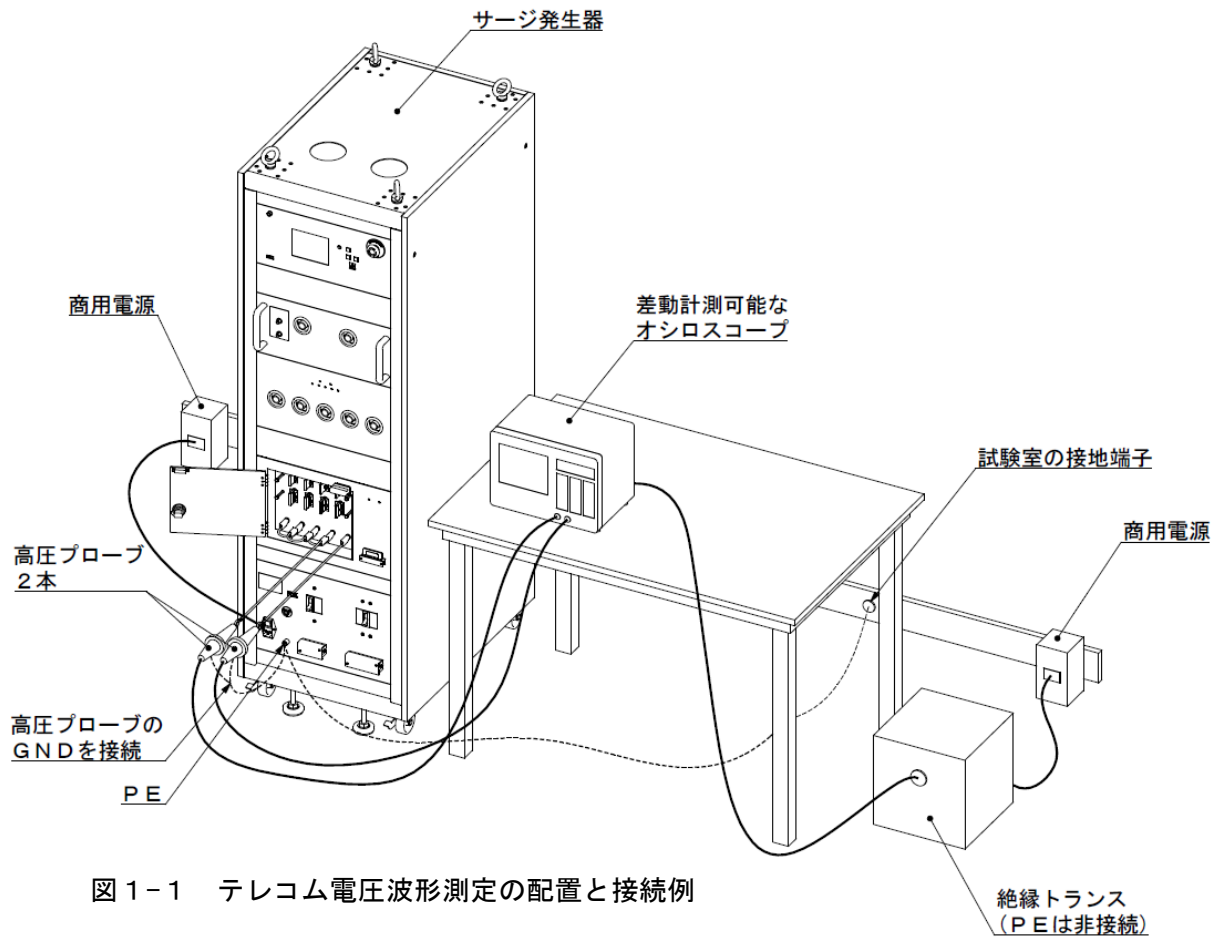

図 1-1 テレコム電圧波形測定の設定と接続例
- ①オシロスコープを設置し、絶縁トランスを介して AC 電源供給を行います。このとき、絶縁トランスのオシロスコープ接続側コンセントの PE 端子をアース接続してはいけません。
- ②オシロスコープの CH1 に高電圧プローブを接続します。テレコム重畳部の測定では、常に PE 基準に電圧を測定しますので、サージアウト部や AC 重畳部のように差動測定の必要はありません。
- ③サージ試験器の駆動電源を接続します。このとき、接地端子の付いた 3 P の AC ケーブルによって大地アースが確実におこなわれていることを確認してください。大地アースが確実ではないと思われる場合には、図 1-1 の様に、サージ試験器の PE 端子と試験室の接地端子を別のアース線にて接続します。